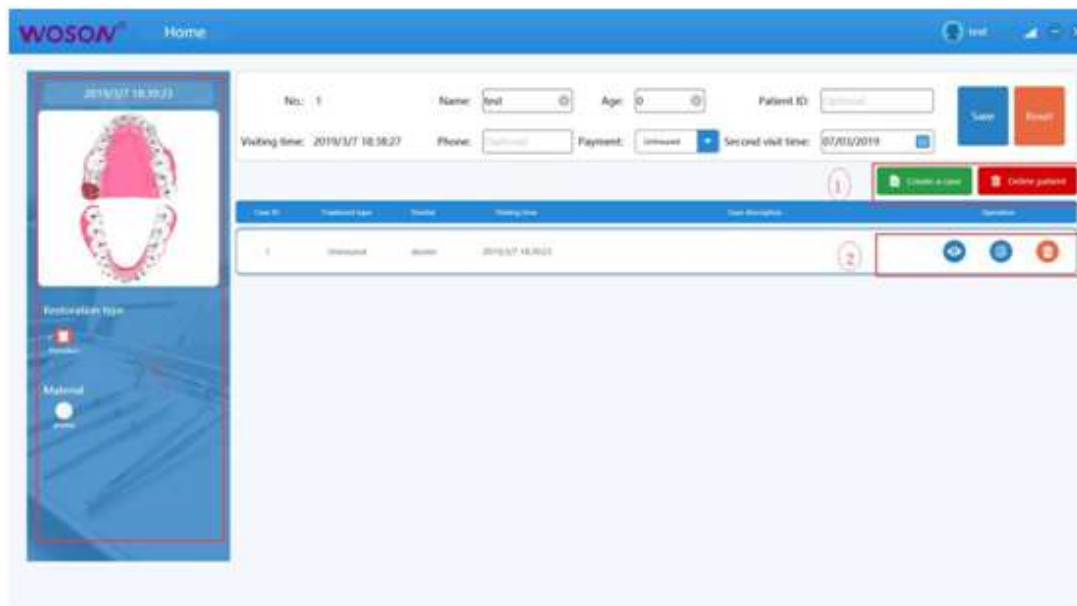
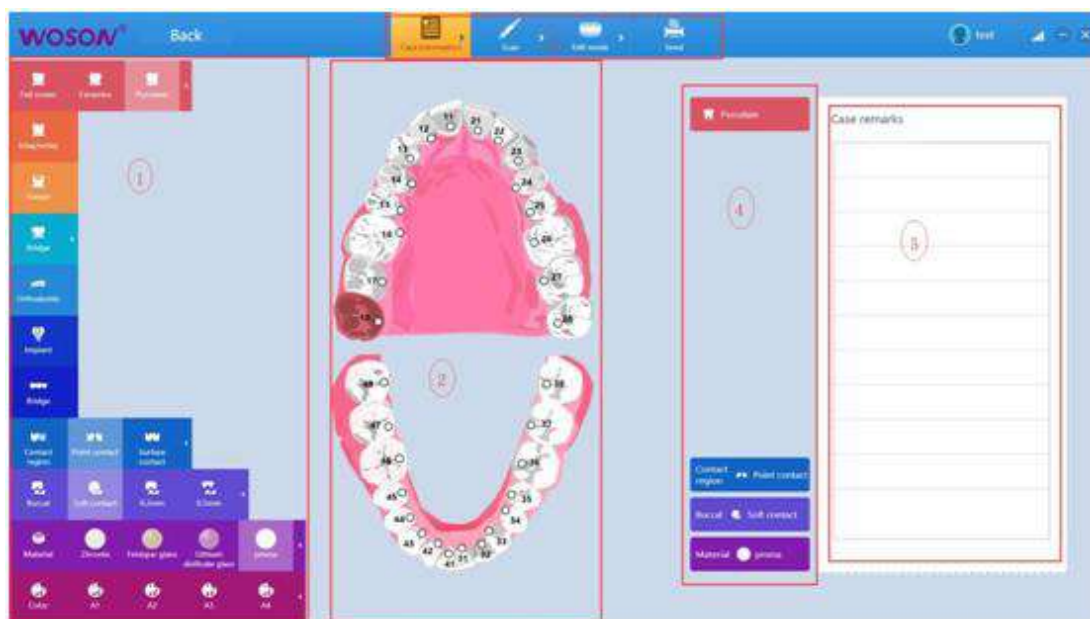
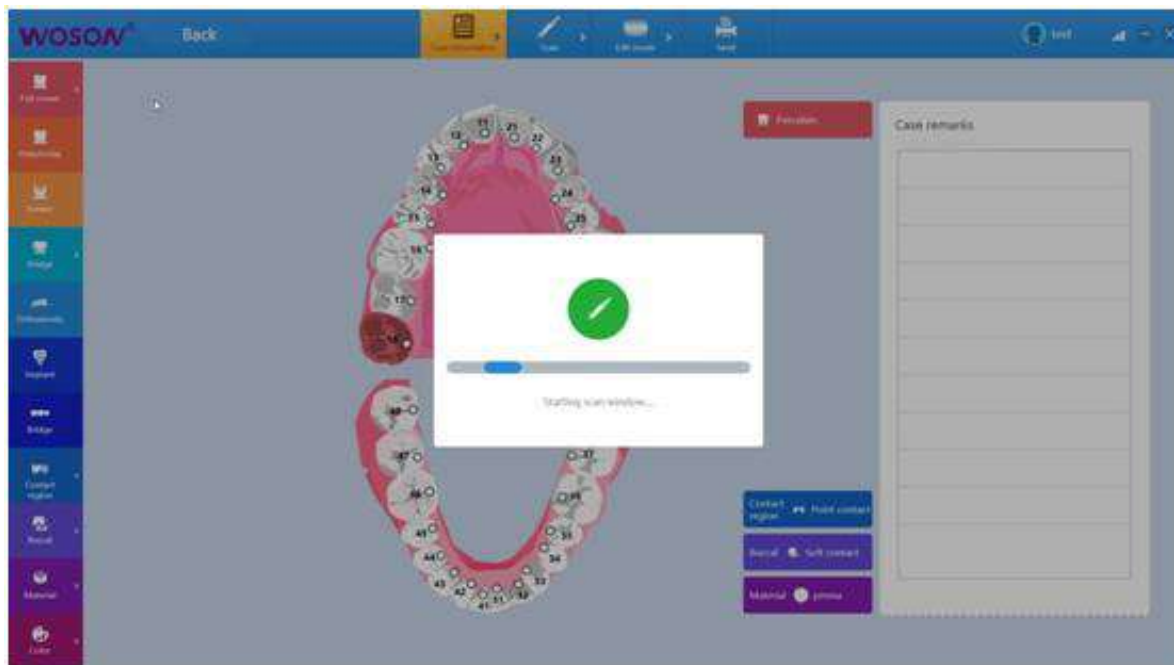
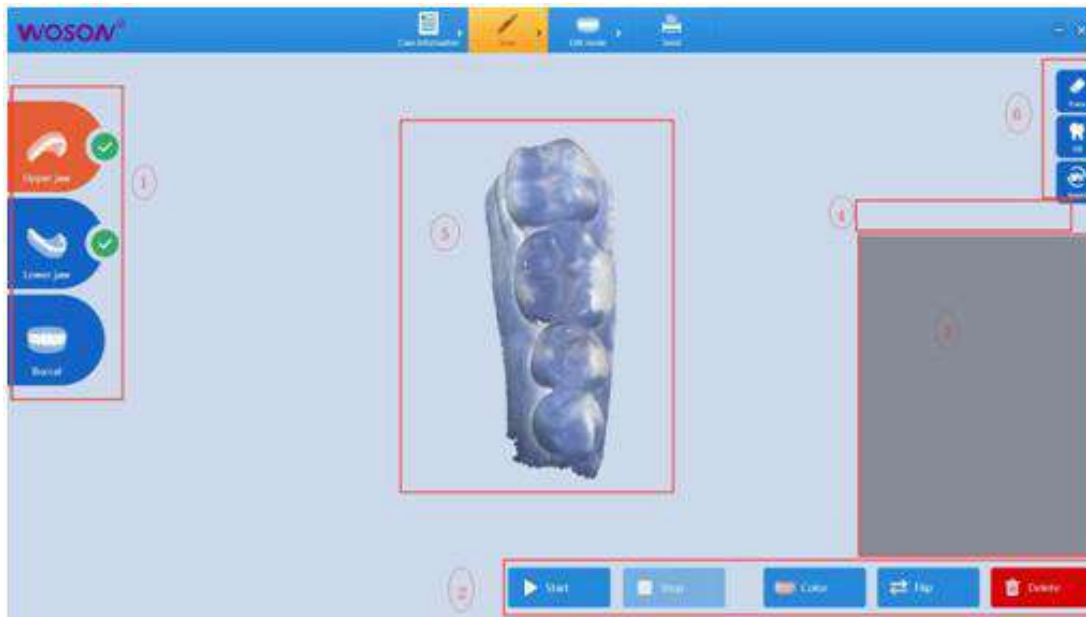

Fig. 4-5 Vizualizați informații despre pacient și înregistrări de caz
Fig. 4-6 Informații despre caz
Fig. 4-8 Fereastra de scanare se încarcă
Fig. 4-9-1
Faceți clic pe butonul „Creați un caz” sau pe pictograma din înregistrările de caz existente (așa cum se arată în Fig. 4-5) pentru a intra în interfața de informații despre caz, așa cum se arată în Fig. 4-6. Carcasa poate fi configurată urmând pașii de mai jos:
1) Dinții din diagrama arcadei dentare (zona 2 în Fig. 4-6) vor fi selectați și editați unul câte unul. Numărul de poziție al dintelui selectat va deveni roșu. Medicul stomatolog poate edita dintele selectat cu meniul Case în zona 1 prezentată în Fig. 4-6. Zona 4 din Fig. 4-6 este
2) Dacă există alte informații necesare în plus față de opțiunile de caz, le puteți introduce în zona „Observații despre caz” ○5 din Fig. 4-6.
3) După ce toate informațiile sunt completate, faceți clic pe „Scanare” în zona ○3 a interfeței, așa cum se arată în Fig. 4-6, pentru a porni fereastra de scanare.
→ Informațiile zonelor Nr. 2, Nr. 4 și Nr. 5 din Fig. 4-6 vor apărea în informațiile de comandă. Prin urmare, vă rugăm să confirmați conținutul înainte de a trimite o comandă.
După confirmarea informațiilor despre caz, faceți clic pe „Scanare” în zona 03 din Fig. 4-6 pentru a porni fereastra de scanare. Fig. 4-8 arată că fereastra de scanare se încarcă. După ce pornește fereastra de scanare, aceasta va comuta la interfața așa cum se arată în Fig. 4-9-1 și 4-9-2.
Opțiunile de scanare din zona ① din Fig. 4-9-1 se vor schimba în funcție de selecția „Implant” în informațiile de caz, așa cum se arată în Fig. 4-9-2
3	<p>Când scanarea nu începe, fereastra este dreptunghiulară gri, prezentată în secțiunea ③ din Fig. 4-9-1.</p>
1. Scoateți camera intraorală, selectați o parte pe care să o scanați din bara de țintire a scanării (maxilarul superior, corpul de scanare superior, maxilarul inferior, corpul de scanare inferior, bucal). Apăsați butonul "Start" de pe mâner, luminile LED din fața camerei vor începe să clipească. Plasați camera în gura pacientului. Puteți observa gura în timp real din fereastra de imagine 2D a zonei ③ din Fig. 4-9-1.
2. Îndreptați fereastra de scanare către dinții care trebuie să fie scanați și observați dinții în fereastra de imagine 2D din zona ③ a Fig. 4-9-1. Așteptați ca marginea ferestrei să devină galbenă și mențineți camera stabilă timp de două secunde, scanarea va începe automat, conform prezentat în Fig. 4-12.
- Apăsați butonul "Stop" de pe interfața utilizatorului (în zona Nr.2 a Fig. 4-9-1) pentru a finaliza scanarea.